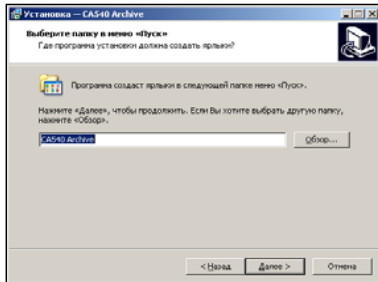

Рисунок 8.14
3) Определить место размещения ярлыков программы в меню "Пуск", для чего в окне (рисунок 8.14) следует либо согласиться с предлагаемой по умолчанию папкой, либо выбрать другой вариант, щелкнув по кнопке **Обзор**. Для продолжения выполнения установки программы щелкнуть по кнопке **Далее >**.